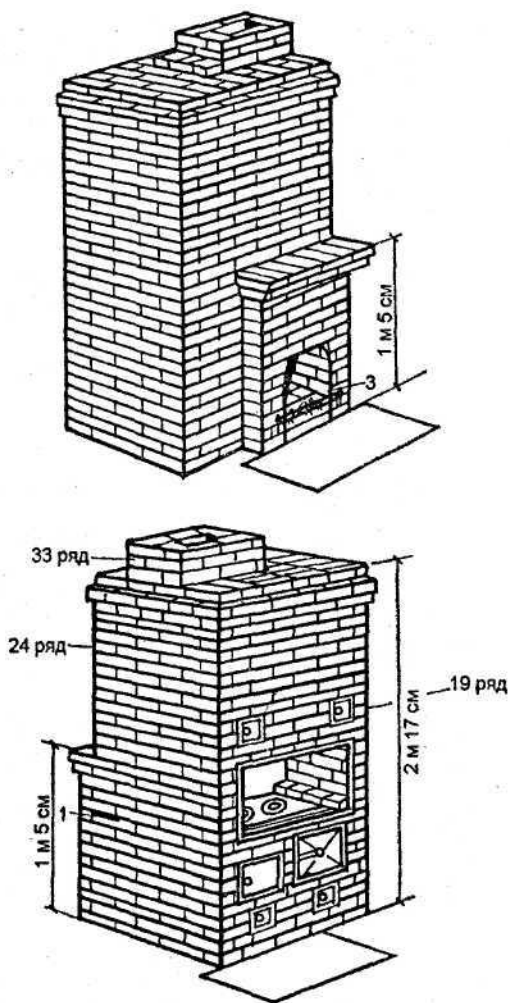

Рис. 8. Печь «Шведка» с камином (общий вид):
Кладка. Отопительно-варочная печь, в которой самый горячий газоход — (1) (разрез Г—Г) примыкает к комнате в 10 м^2 (рис. 8а). На втором ряду в боковых стенках камина закладываются металлические стержни, на которые надевается каминная решетка. В ней — боковые стойки из металлических трубок, которые надеваются на стержни. Полку камина можно сделать вы-
Рис. 8а. Печь «Шведка» с камином (в разрезах):